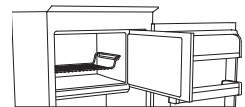
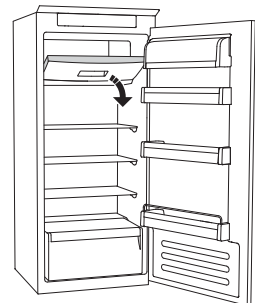

Abbildung 1
Abbildung 2
- Platzieren Sie die Lebensmittel auf dem Gitter, falls vorhanden (Abbildung 1) oder direkt auf dem Boden des Gefrierfachs (Abbildung 2)
- Platzieren Sie die Lebensmittel in der Mitte des ******* Fachs, ohne dass es bereits gefrorene Lebensmittel berührt, halten Sie einen Abstand von etwa 20 mm ein (Abbildung 1 und 2).
Das STOP-FROST-SYSTEM (modellabhängig) erleichtert den Abtauvorgang im Gefrierfach. Das STOP-FROST-Zubehörteil (Abbildung 1) wird eingesetzt, um einen Teil des Frosts anzusammeln, der sich im Gefrierfach bildet. Es ist leicht herauszunehmen und zu reinigen und verringert somit die erforderliche Zeit zum Abtauen des Gefrierfachs.
- Öffnen Sie die Gefrierfachtür und nehmen Sie die obere Schublade heraus (Abbildung 2).